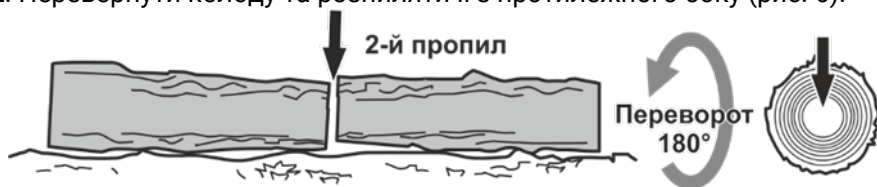

Рисунок 6. Схема остаточного розпи́лу колоди з протилежного боку.
2. Перевернути колоду та розпиляти її з протилежного боку (рис. 6).